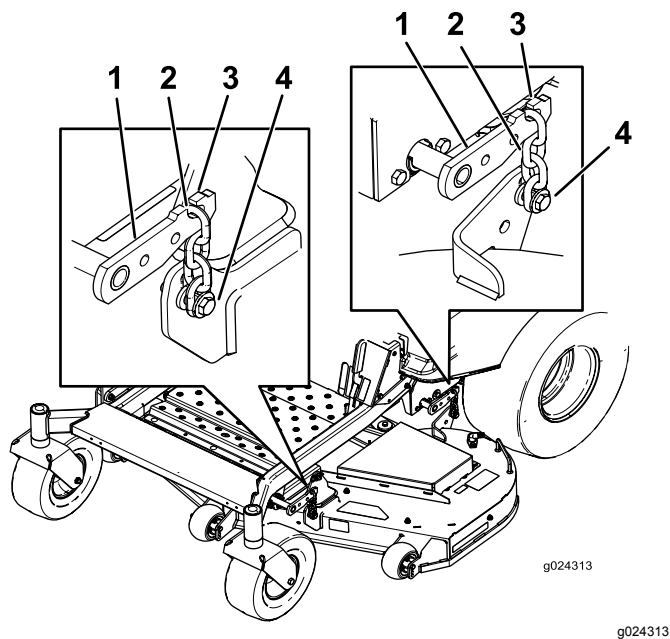

Figura 73
5. Afloje los pernos de ajuste en las cuatro esquinas, hasta que la carcasa quede bien asentada sobre los cuatro bloques (Figura 73).
6. Asegúrese de que las cuatro cadenas están tensadas (Figura 73).
7. Apriete los cuatro pernos de ajuste (Figura 73).